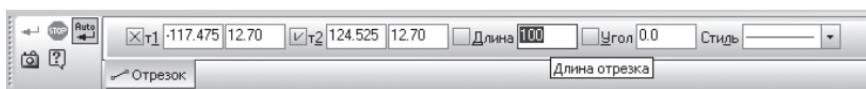

Рис. 20. **Автосоздание** объекта
- обратите внимание на панель **Специального управления**, кнопка **Автосоздание** объекта по умолчанию нажата. Пока она находится в этом состоянии, все объекты создаются немедленно после ввода параметров, достаточных для построения (рис. 20);